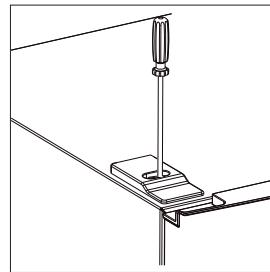

Fig. 6
- ▶ Skru skrueafdækningens skrue ud med en stjerneskruetrækker (fig. 6).